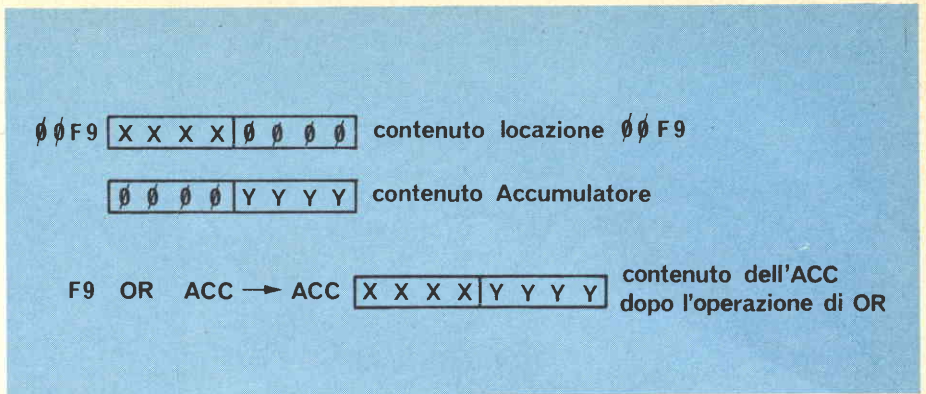

Fig. 11 - Operazione di OR fra il dato contenuto nella locazione 00F9 e quello contenuto in accumulatore.
4) In questo modo carico nell'Accumulatore la nuova parola da inserire nella locazione di pagina base F9 (cioè nelle ultime due cifre a destra del display). Per una miglior comprensione si veda la Fig. 11.